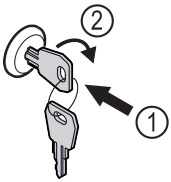

Fig. 191
- ▶ Πιέστε μέσα το κλειδί Fig. 191 (1).
- ▶ Περιστρέψτε το κλειδί 90° δεξιόστροφα Fig. 191 (2).